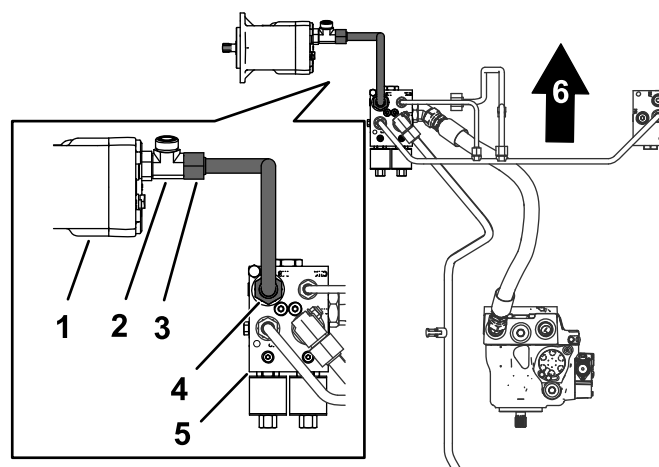

Рисунок 11
- Совместите гайки трубки тягового двигателя со штуцерами тягового двигателя и коллектора делителя потока (Рисунок 11).